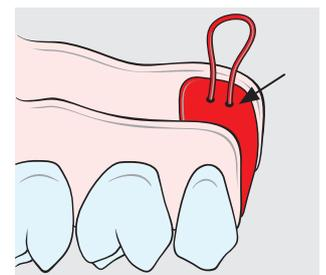

Fig. 7
a) Procédé d'élaboration lorsque la prise d'empreinte a été réalisée avec la partie femelle Mini-SG® existante et sans gaine de friction: Remplir avec précaution la partie femelle avec un matériau pour MPU / modèle, par exemple de l'époxy et intégrer une boucle en fil métallique comme moyen de rétention pour le plâtre (Fig. 7).
b) Procédé d'élaboration lorsque la prise d'empreinte a été réalisée avec la partie femelle Mini-SG® Tuning: Isoler les parois internes avec de la vaseline, remplir avec précaution la partie femelle avec un matériau pour MPU / modèle, par exemple de l'époxy et intégrer une boucle en fil métallique comme moyen de rétention pour le plâtre (Fig. 7).